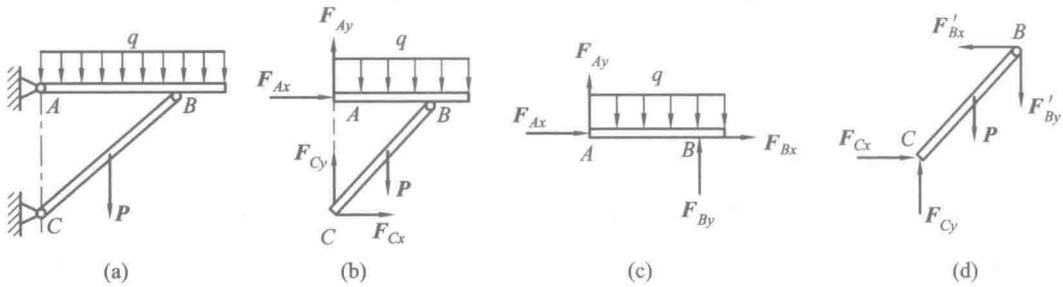

图 1.8
例 1.2 画出图 1.8(a)所示结构整体及各部分的受力图。不计 AB 梁自重，所有接触处均光滑。
解 (1) 整体受力分析如图 1.8(b)所示：先画分布力和重力 P ，再画反力，整体与周围物体有两个接触点，A、C 均为固定铰链约束，反力方向不能确定，用一对正交力表示。
(2) AB 梁受力分析如图 1.8(c)所示：先画分布力，再画反力，AB 与周围约束有两个接触点，A 为固定铰，B 为铰链，反力方向不能确定，分别用一对正交力表示。注意 A 的反力与整体一致。
(3) BC 梁受力分析如图 1.8(d)所示：先画重力 P ，再画反力，与周围约束有两个接触点 B 和 C，B 为固定铰链，用一对正交力表示，注意正交力的方向和图 1.8(c)中的 B 点反力方向相反，互为作用力和作用反力。C 的反力与图 1.8(b)保持一致。